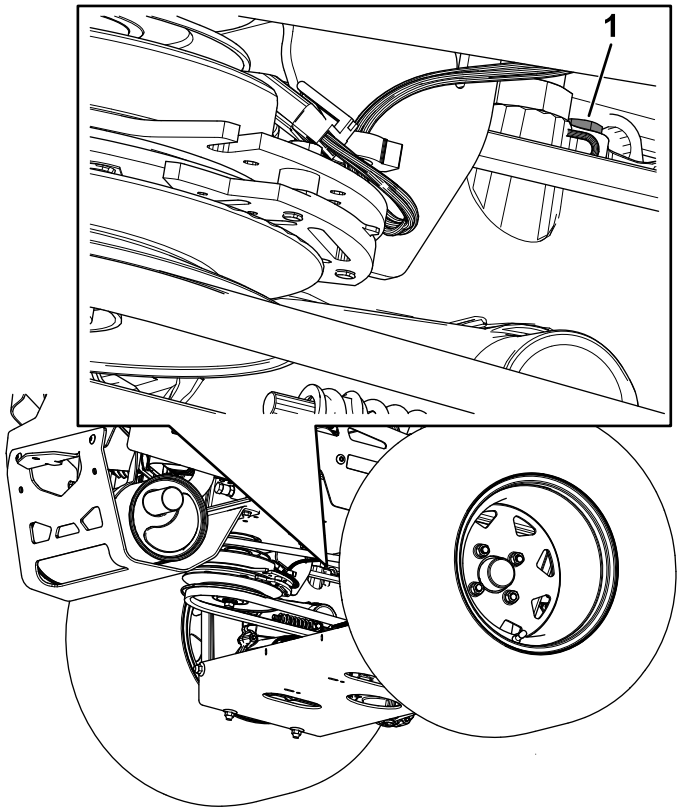

Figure 87
- **Système hydro ZT 5400** : utilisez une clé de 7/16 pouce pour accéder au bouchon d'aération par le dessous de la machine (Figure 87).